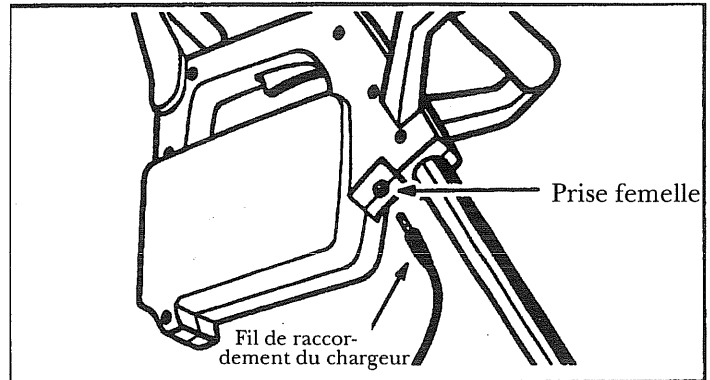

Figure 4
1. Brancher le fil de raccordement du chargeur à la prise femelle située à la base de l'appareil. Voir figure 4.
2. Bien s'assurer que le réceptacle est libre de toute entrave. Fig. 4.